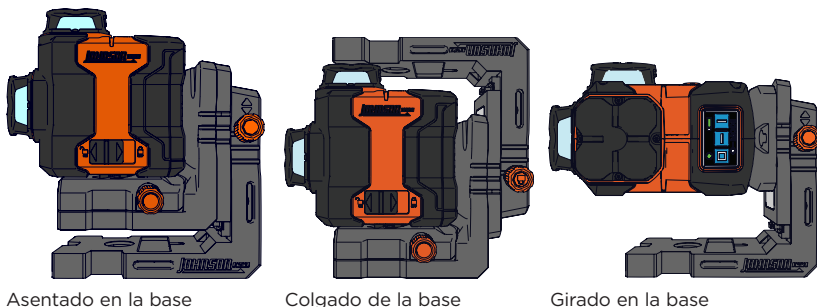

Figura 15
2. El accesorio de base opcional se puede montar en la unidad en una variedad de configuraciones: asentado en su base, colgado de la base o girado en 90° en la base. (Figura 15)